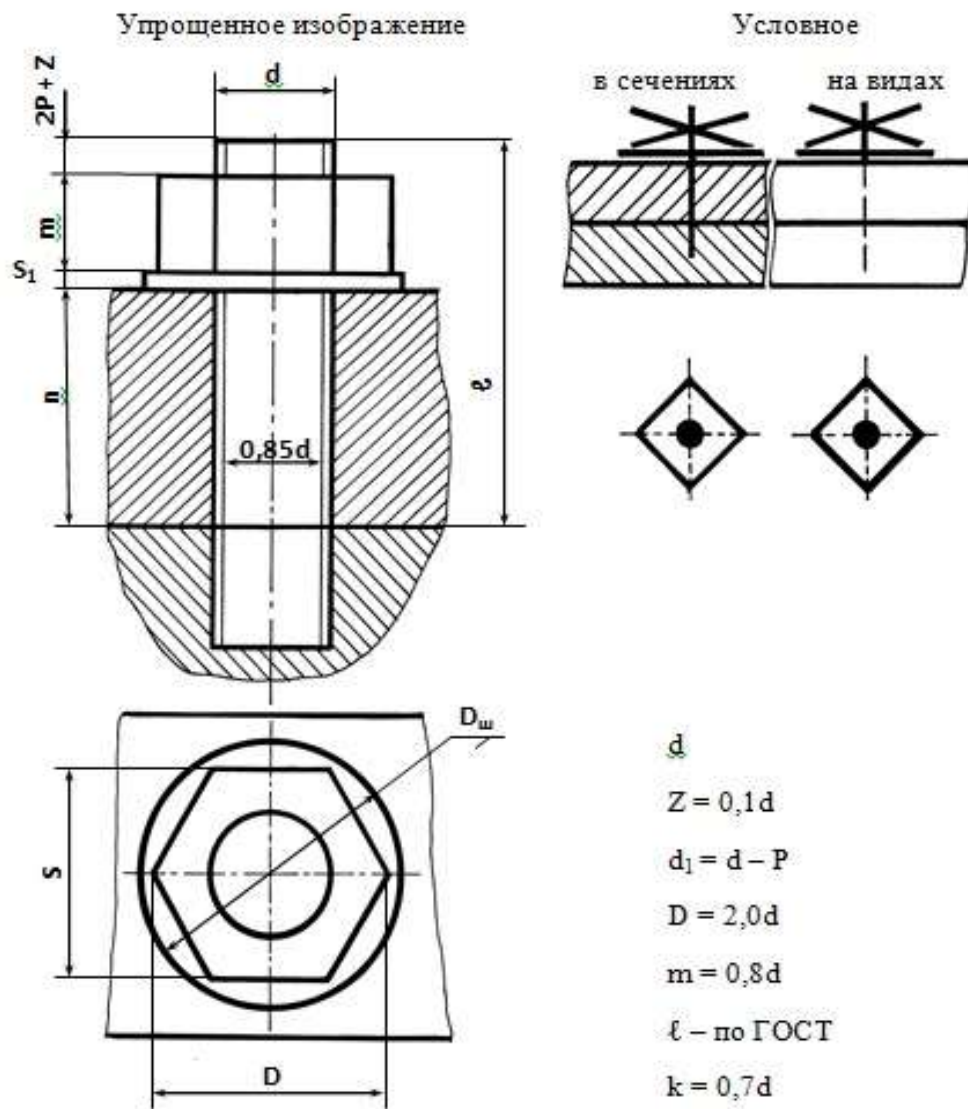

Рис. 18. Упрощенное и условные изображения соединения шпилькой
3. Выполнить упрощенное изображение соединения шпилькой (формулы для расчета на рис. 18).